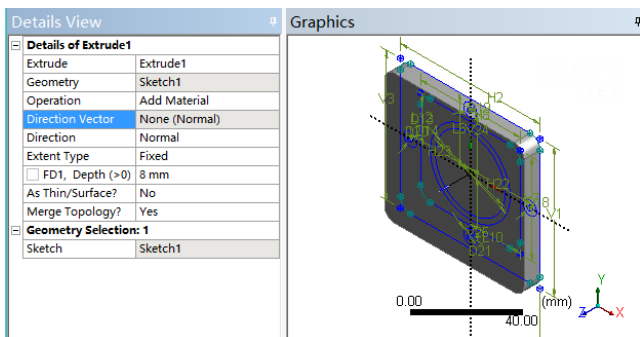

图 3-103 绘制 Extrude1
- 4) 设置 “Depth” 为 “8mm”, 单击 “Generate”, 得到的图形如图 3-103 所示。